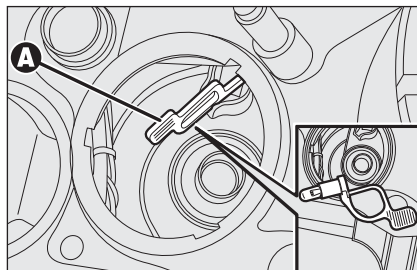

fig. 27
- agir sur la languette **A-fig. 27**, enlever l'ampoule et la remplacer;